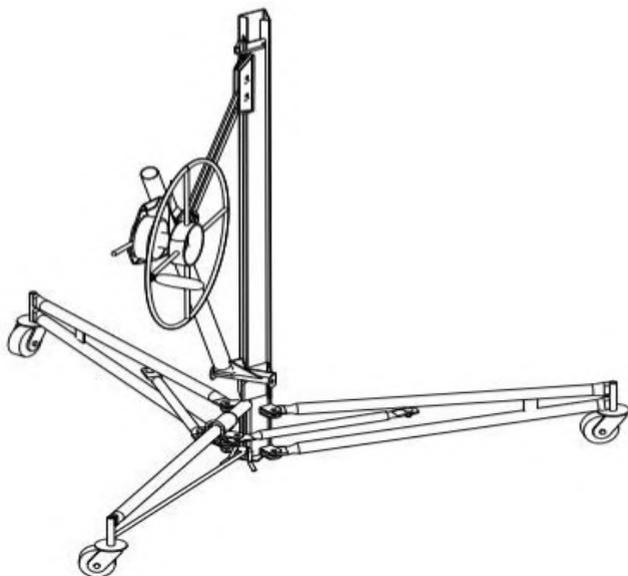

Bild 22
- När hjulet har fästts på huvudenheten ska det se ut som i fig. 22.